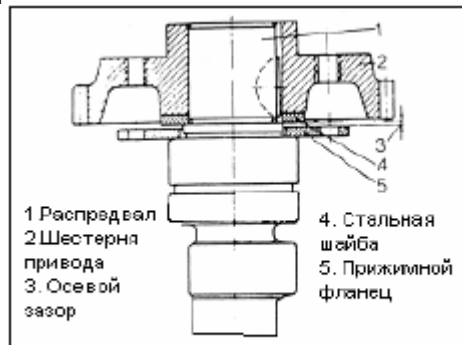

РИС. 102
- 5) Нагрейте приводную шестерню топливного насоса до 80° С и быстро насадите её на распределительный вал, совместив с линией сегментной шпонки (рис. 102).